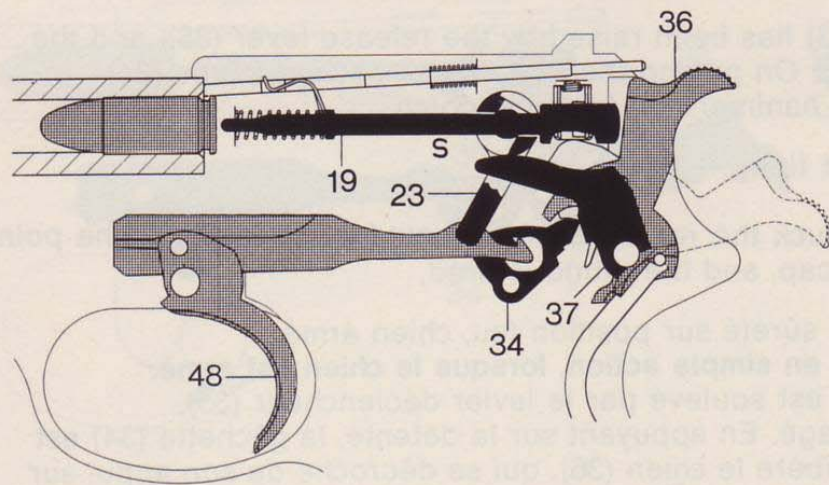

Abb. 22
- Fig. 22 Pistolet chargé, sûreté mise.